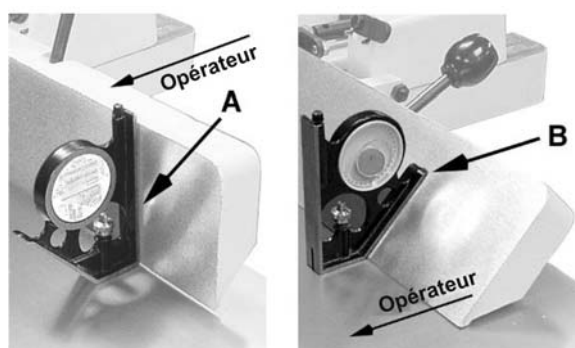

Figure 15
2. Déplacez le guide en relâchant le *manche de blocage* (A) et en poussant le dispositif du guide jusqu'à ce qu'il déborde les tables.
3. Serrez le *manche de blocage* (A).
4. Réglez le guide à un angle de 90° en relâchant le *manche de blocage* (B) en poussant le *manche du guide* vers le haut et en serrent le *manche de blocage* (B).
**NOTE :** Le *boulon d'arrêt* (F) doit reposer contre la *cale d'arrêt* (C).
5. Placez un dispositif de mesure d'angle sur la table et contre le guide pour confirmer le réglage de 90° (A, Fig. 15).
6. Si le guide ne forme pas un angle droit avec la table, relâchez le *manche de blocage* (B), desserrez le *contre-écrou* (D) qui maintient le *boulon d'arrêt* (F), puis tournez le *boulon d'arrêt* jusqu'à ce que le guide forme un angle droit avec la table.
7. Serrez le *contre-écrou* (D) pour immobiliser le *boulon d'arrêt* (F) qui retient le réglage.
8. Serrez le *manche de blocage* (B).
1. Desserrez le *manche de blocage* (B).
2. Déplacez la *cale d'arrêt* (C) hors du chemin et placez le guide à un angle de 135° ; le levier d'inclinaison du guide (E) est placé loin de l'opérateur comme le démontre l'illustration. Assurez-vous que le guide est bien installé dans le *boulon de blocage* (H).
3. Serrez le *manche de blocage* (B).
4. Placez un dispositif de mesure d'angle sur la table et contre le guide pour confirmer le réglage de 135° (B, Fig. 15).
5. Pour régler, desserrez les *contre-écrous*, (J) maintenant le *boulon d'arrêt* (H) et tournez le *boulon d'arrêt* jusqu'à ce que le guide atteigne un angle de 135°.
6. Serrez l'*écrou de blocage* (J).